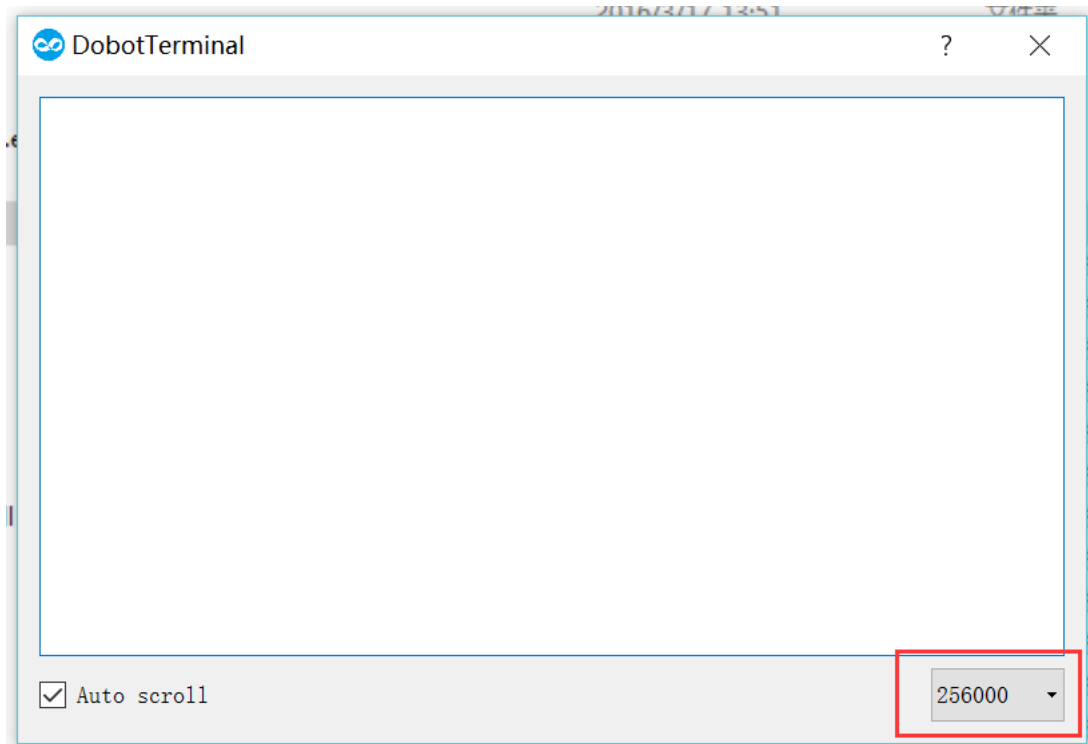

图 10 DobotTerminal 主界面
1. 在下载完配置蓝牙模块固件后，打开“DobotTools/DobotTerminal.exe”，将其中的波特率改为 9600，如图 10 所示。